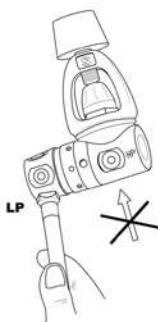

図 1
パワーインフレーターあるいはA.I.R.2の中圧(LP) ホースをファーストステージの未使用LPポート (図1)に示すように接続してください。